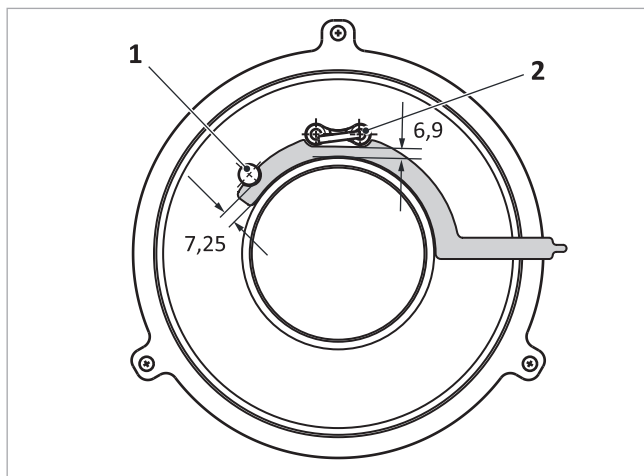

Fig. 143: Distanze degli elettrodi di accensione e di ionizzazione dal vello del bruciatore
- elettrodo di ionizzazione → fig. 143 (1): 7,25 mm
- elettrodo di accensione → fig. 143 (2): 6,9 mm